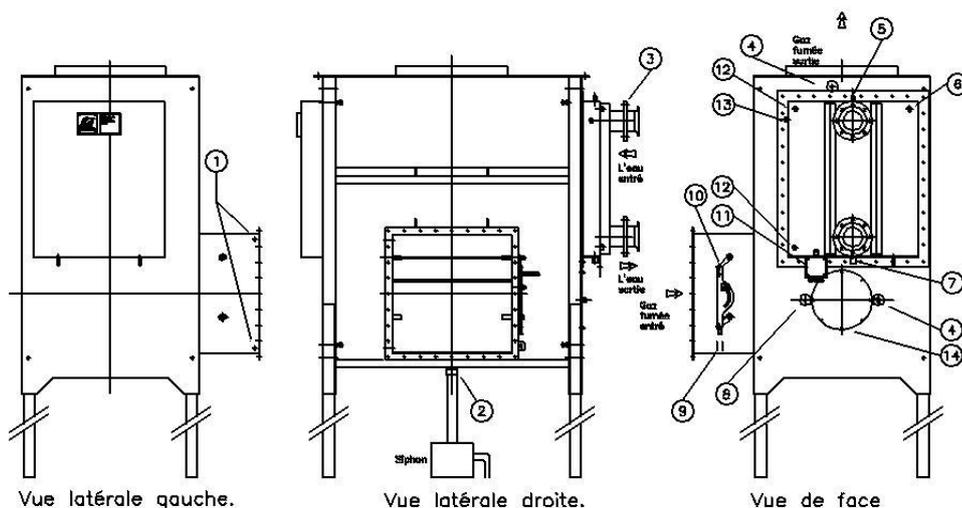

Figure 1
13. Raccorder le condenseur du côté de l'eau aux brides tournantes. Vérifier l'arrivée et le retour des canalisations de chauffage pour assurer la circulation, voir figure 1 de la page 4. Le raccordement hydraulique du condenseur aux canalisations existantes doit s'effectuer de sorte que le condenseur peut être démonté à tout moment (bride de raccordement). Les canalisations doivent être positionnées de telle façon que l'élément peut coulisser latéralement pour être retiré. Le montage doit s'effectuer de sorte que la connexion hydraulique est absolument hors tension, et l'utilisation de compensateurs est recommandée.